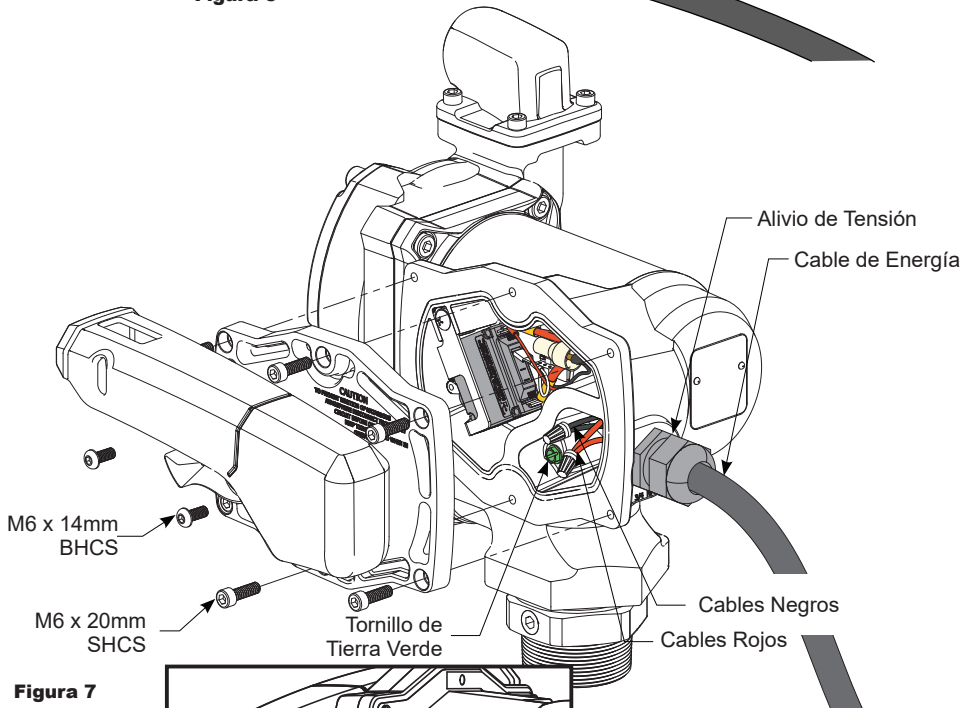
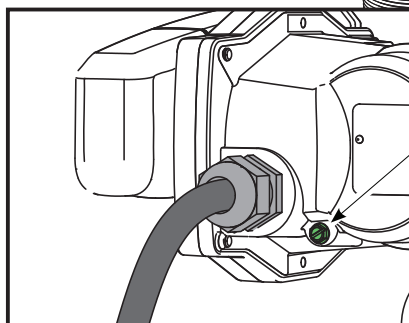

Figura 7
Figura 7a
Para instalar el cable de energía, retire los (4) M6-1.0 x 20mm SHCS y la placa de cubierta eléctrica (vea Figura 7).
Inserte el cable de alimentación a través de la conexión NPT de 3/4 de pulgada en la parte posterior de la bomba (vea Figura 7). Usando tuercas para cables, conecte el cable negro al cable negro y el cable rojo al rojo en la cavidad eléctrica de la bomba. Coloque los cables dentro de la cavidad eléctrica y apriete firmemente la empuñadura de protección contra tirones. Asegúrese de que las superficies estén limpias. Vuelva a instalar la placa de cubierta eléctrica y la palanca del interruptor, y apriete firmemente.
Se proporciona una conexión a tierra. Se identifica como un tornillo con cabeza de unión de color verde en la cavidad eléctrica (vea Figura 7): en su lugar, se puede usar una tierra externa. Al usar la conexión a tierra externa para V25-012B08 o V25-024B08 (Zona 1 o 2), el instalador debe usar un cable de conexión a tierra con un área transversal mínima de 4 mm². Para utilizar una conexión a tierra externa, retire el tornillo de conexión a tierra verde de la cavidad eléctrica e instélo en el lugar que se muestra (vea Figura 7a).